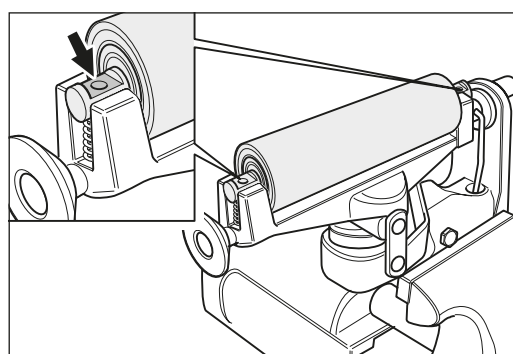
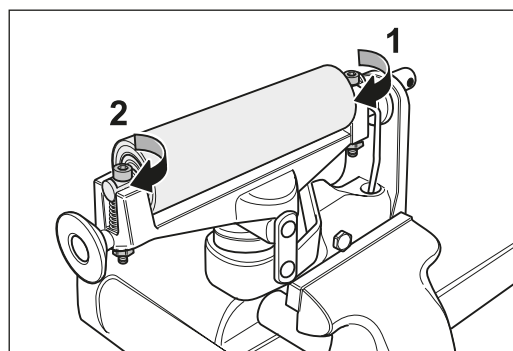
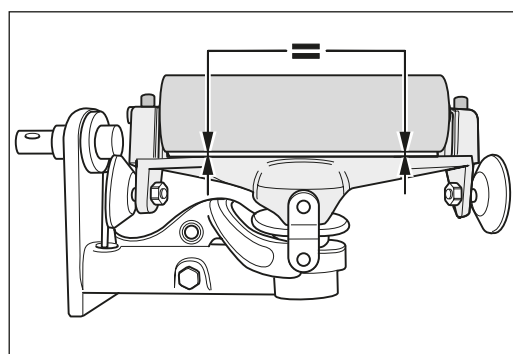

Fig. 43 Placez le nouveau tambour tendeur, les surfaces des bouts d'arbre devant être dirigées vers le haut.
Fig. 44 Dégagez tout d'abord le côté non ressort 1 puis le côté ressort 2 de telle sorte que ...
Fig. 45 ... le tambour tendeur soit parallèle à l'élément supérieur du dispositif.
- 4 Installez le ressort de pression et le tambour tendeur. Veillez à ce que les surfaces situées sur les bouts d'arbre du tambour soient tournées vers le haut (fig. 43) ! Serrez bien la vis du côté sans ressort du palier (fig. 44).
- 5 Vissez la vis du côté ressort du galet de serrage de manière à ce que celui-ci soit parallèle à l'élément supérieur du dispositif (fig. 44 et fig. 45).